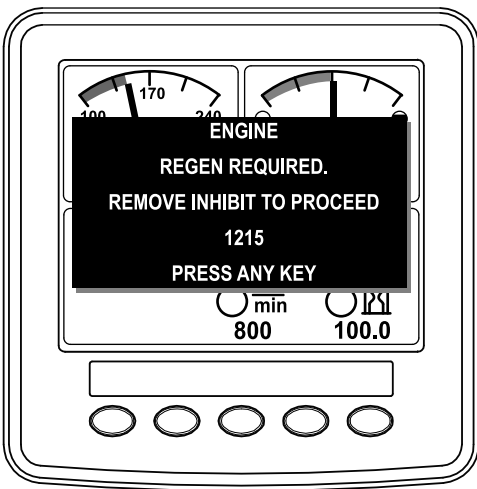

Figura 43
**Nota:** Si INHIBIT REGEN (Inhibir regeneración) está ajustado en ON (Activado), el InfoCenter muestra ADVISORY #1215 (Aviso n.º 185) (Figura 43). Pulse cualquier botón para establecer el ajuste de inhibición de regeneración en OFF (Desactivado) y seguir con la regeneración de restablecimiento.